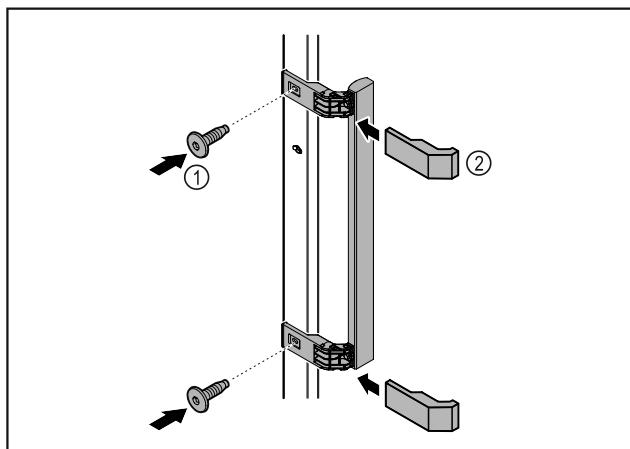

Fig. 6
- ▶ Ручку з комплекту додаткового обладнання з доданими гвинтами Fig. 6 (1) розмістити на дверях.
- ▶ Одягти кришку Fig. 6 (2).